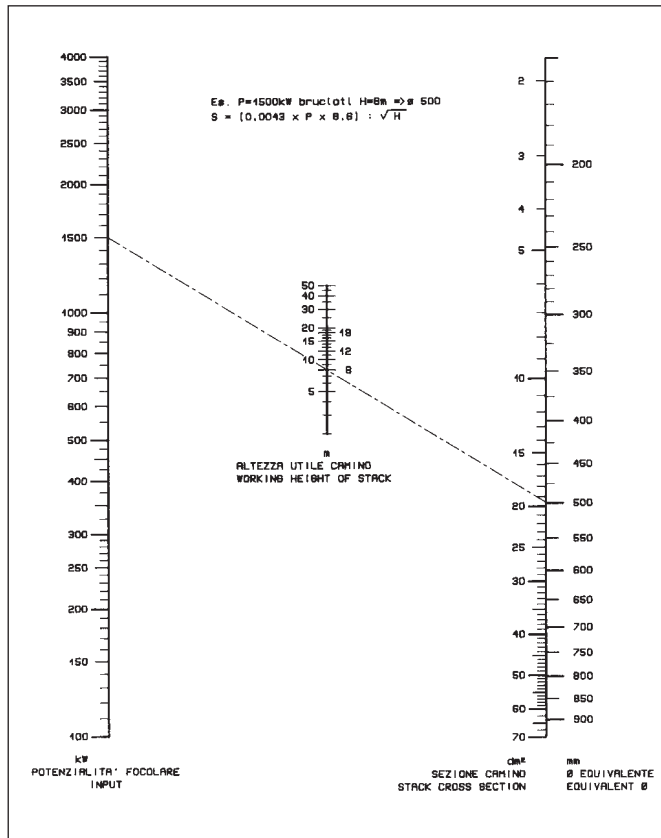

Рис. 6
**ДИАГРАММА РАСЧЕТА ДЫМОВОЙ ТРУБЫ ДЛЯ КОТЛОВ, РАБОТАЮЩИХ ПОД ДАВЛЕНИЕМ (Рис.6)**